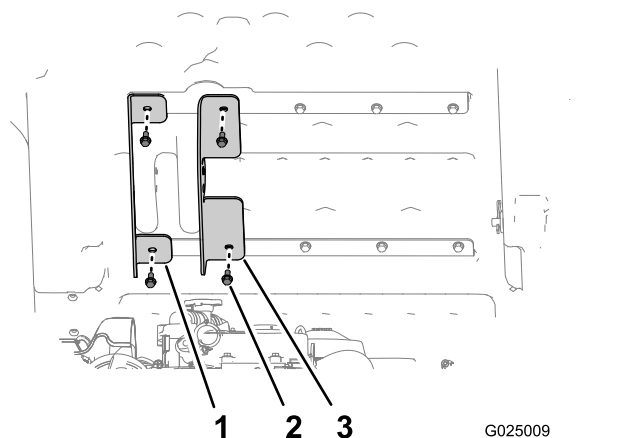

Figura 5
3. Allineate la staffa di sollevamento esterna (quella con le flange corte) con i fori esterni nel supporto superiore e inferiore del pianale (Figura 5).
4. Fissate la staffa di sollevamento esterna al pianale utilizzando i 2 bulloni rimossi alla fase 1 e serrateli manualmente (Figura 5).
5. Allineate la staffa di sollevamento interna (quella con le flange lunghe) con i fori interni nel supporto superiore e inferiore del pianale (Figura 5).
6. Fissate la staffa di sollevamento interna al pianale con i 2 bulloni rimossi alla fase 2 e serrateli manualmente (Figura 5).
9. Serrate i 4 bulloni ($\frac{5}{16}$ " x $\frac{3}{4}$ ") che fissano la staffa di sollevamento interna ed esterna al pianale (Figura 5) tra 15 e 16,6 N·m.